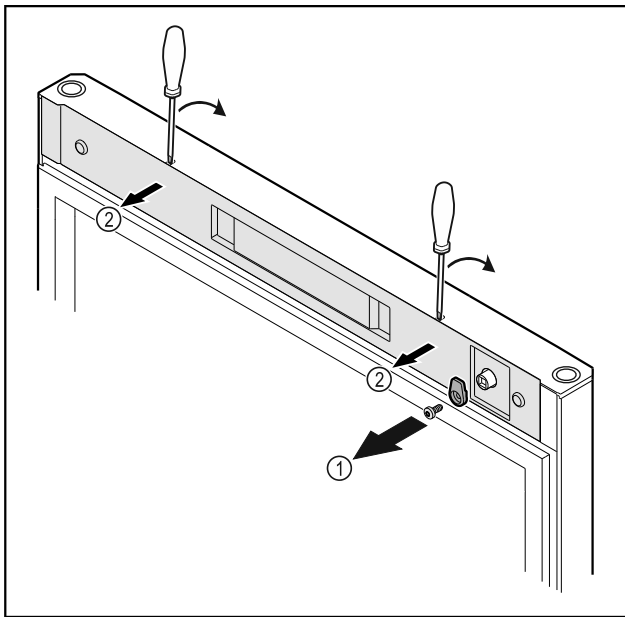

Fig. 18
- Odskrutkujte zatvárací hák Fig. 18 (1).
- Odistite kryt Fig. 18 (2) malým skrutkovačom a odoberte ho.